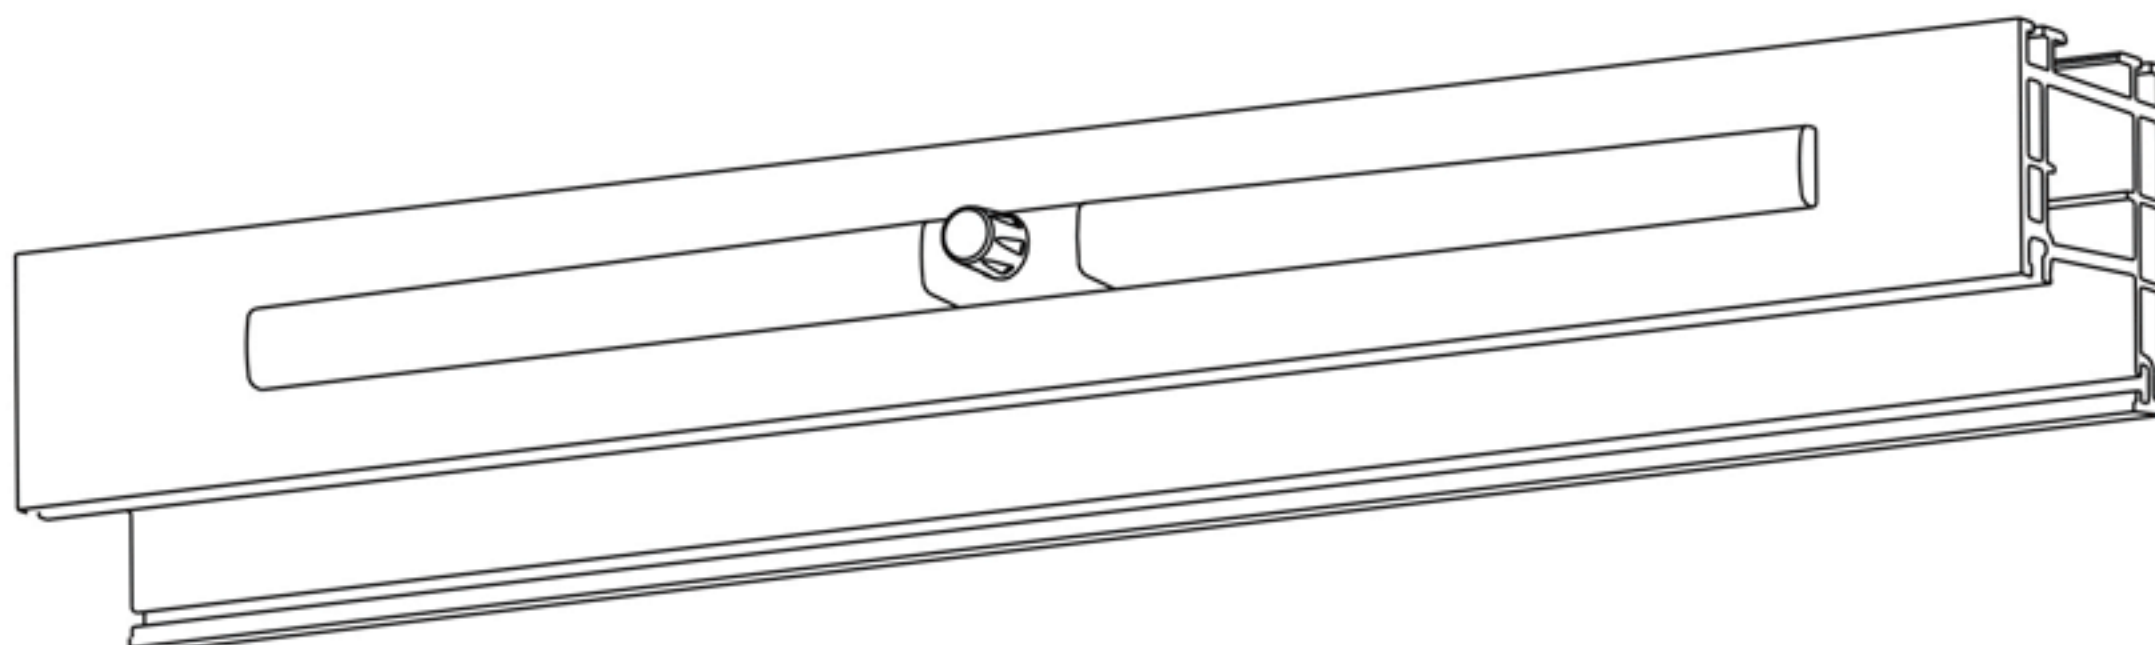

рис. 2
3. Установить клапан, закрутив винт до необходимого уровня воздухопроницаемости рис.2.